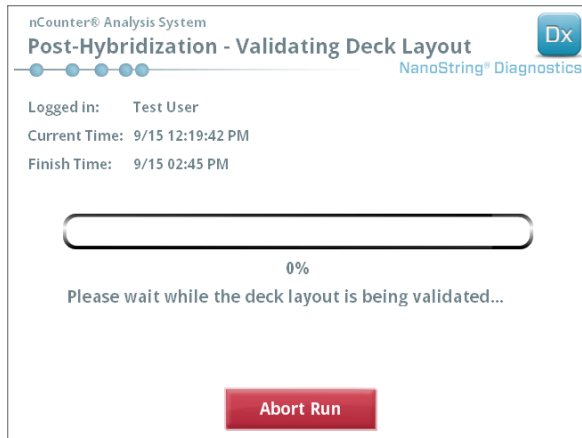

FIGURA 5.26: la pantalla "Post-Hybridization - Validating Deck Layout" (Poshibridación - Validación de disposición de la cubierta)
- b. La estación de preparación nCounter comprobará que todos los productos y reactivos se hayan colocado correctamente sobre la cubierta (FIGURA 5.26). Para ello, la estación de preparación confirma que los sensores del cartucho de muestra, la unidad de electrodos y la tapa del calentador se encuentran en perfecto estado. El cabezal de la pipeta comprueba que las puntas, las boquillas de puntas, los tubos de tira y las placas de reactivos estén correctamente colocados estableciendo contacto con conjunto de puntas de validación. No se alarme si la estación de preparación está en contacto con los productos; esto forma parte del funcionamiento normal. Si la estación de preparación determina que un producto está colocado de forma incorrecta, le indicará al usuario cómo corregir la configuración.